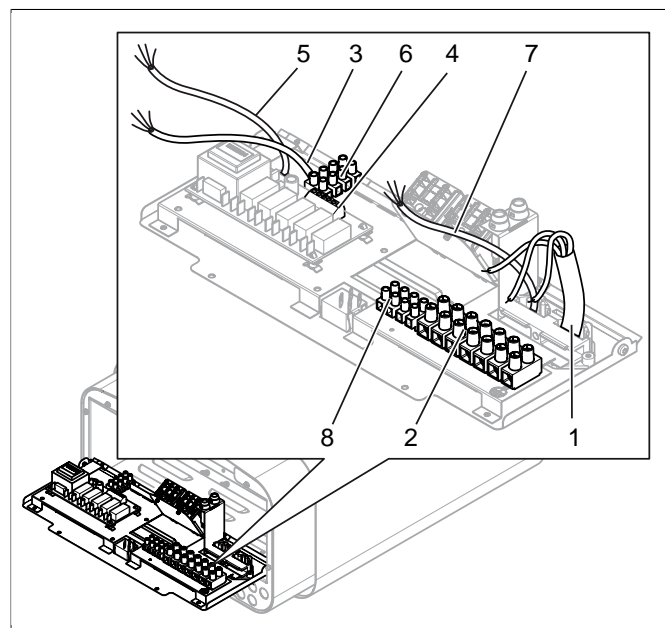
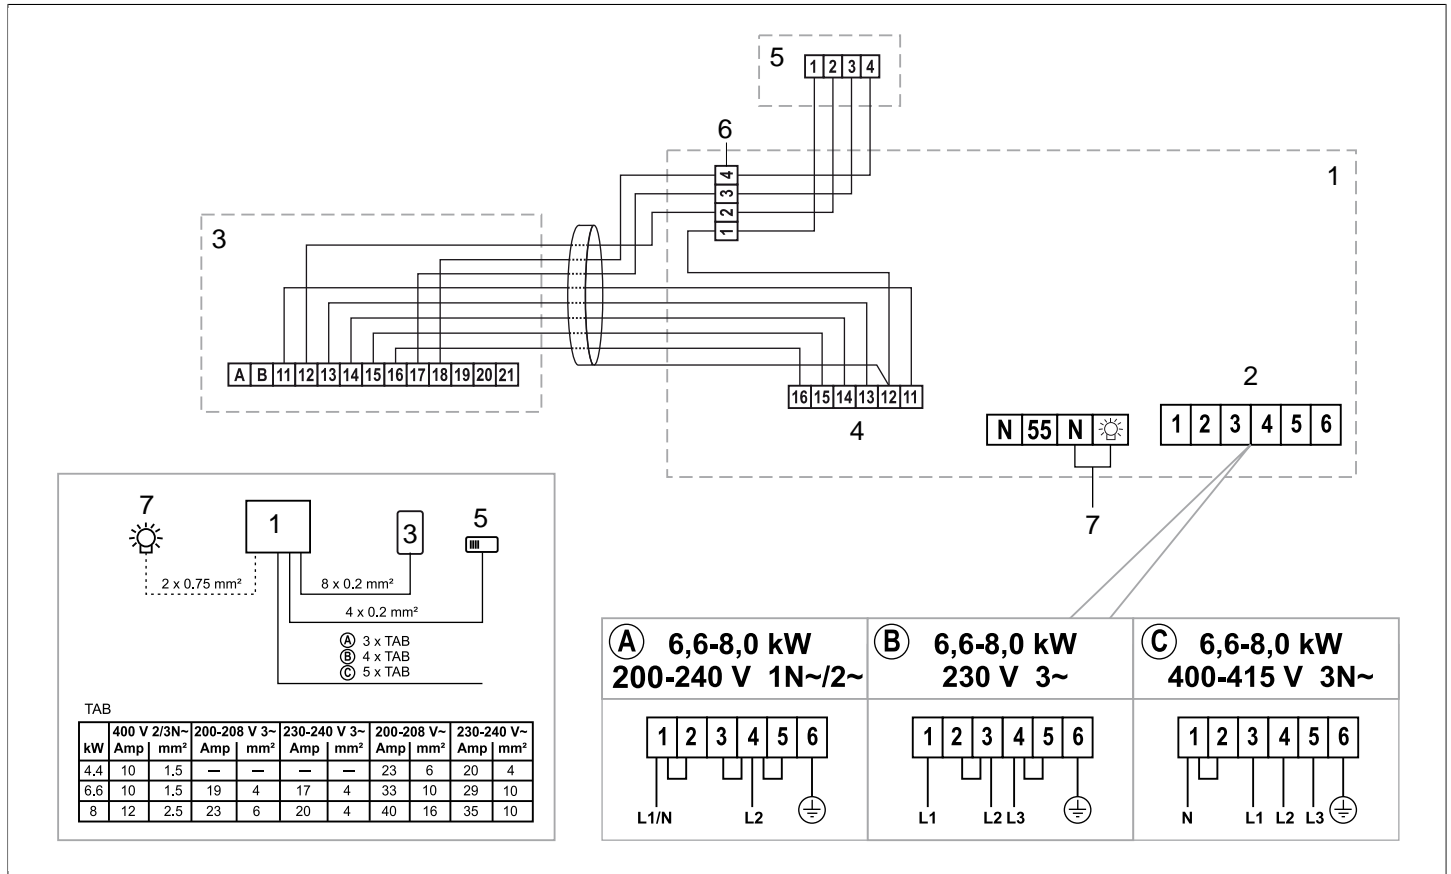

Abb. 8: Platine
Abb. 15: Schaltplan
Schließen Sie das Stromkabel (1) gemäß dem Schaltplan, siehe Abschnitt **Anschluss/Schaltplan**, Seite 7 an die Klemme (2) an, siehe **Abb. 8**, Seite 4.
4. Schließen Sie das Kabel der Steuer(3) gemäß dem Schaltplan, siehe Abschnitt **Anschluss/Schaltplan**, Seite 7 an die Klemmen (4) und (6) an, siehe **Abb. 8**, Seite 4.
5. Schließen Sie Kabel des Sensors (5) gemäß dem Schaltplan, siehe Abschnitt **Anschluss/Schaltplan**, Seite 7 an die Klemme (6) an, siehe Abschnitt **Anschluss/Schaltplan**, Seite 7.
6. Schließen Sie eventuell das Kabel für die Beleuchtung (7) siehe **Abb. 8**, Seite 4 gemäß dem Schaltplan **Abb. 15**, Seite 7 an die Klemme (8) an.
Bei Anschluss an Spannungen oder Phasen, die nicht im Schaltplan verzeichnet sind **Abb. 15**, Seite 7, wenden Sie sich an den Tylö-Kundenservice.